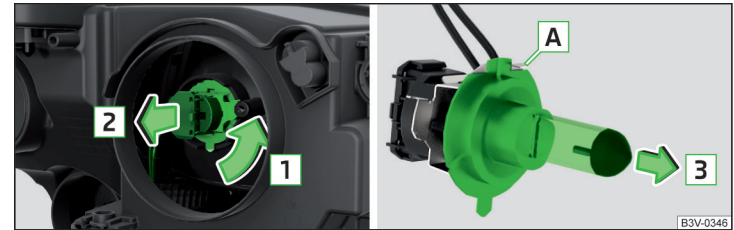

Abb. 362 Glühlampe für Abblend- und Fernlicht wechseln
- » Den Stecker mit der Glühlampe in Pfeilrichtung **1** drehen » Abb. 362.